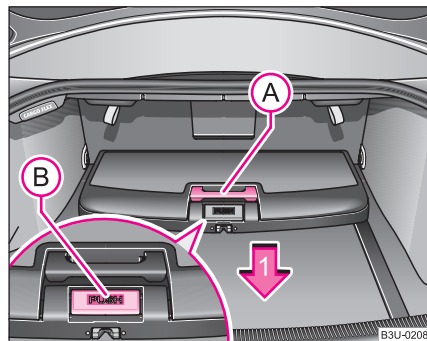
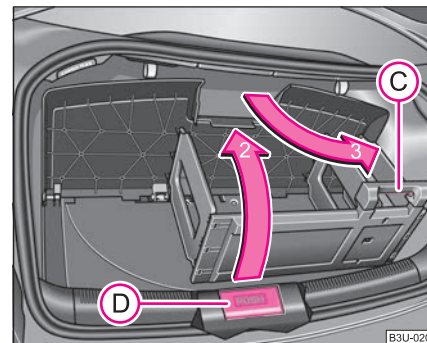

Fig. 81 Portbagajul: Cutia pliantă
Fig. 82 Desfacerea cutiei
- Apăsați tasta „PUSH” (B) ⇒ fig. 81.
- Apucați mânerul (A) și împingeți cutia în sensul săgeții 1, până în poziția de siguranță. Sub tasta de utilizare, încuietorea trebuie să se fixeze cu zgomot. Dacă fixarea a fost efectuată corect, tasta „PUSH” (B) revine înapoi la poziția inițială.
- Rabatați capacul în sensul indicat de săgeata 2 ⇒ fig. 82.
- Apăsați partea inferioară a mânerului (C) și rabatați rafturile în sensul indicat de săgeata 3. Peretele raftului trebuie să se fixeze cu zgomot în fanta din partea inferioară a cutiei.
- Apăsați tasta „PUSH” (D) ⇒ fig. 82 și împingeți cutia pliantă cu atenție în poziția mediană. Dacă fixarea a fost efectuată corect, tasta „PUSH” (D) revine înapoi la poziția inițială. Spațiul devenit liber poate fi folosit pentru depozitarea altor bagaje.